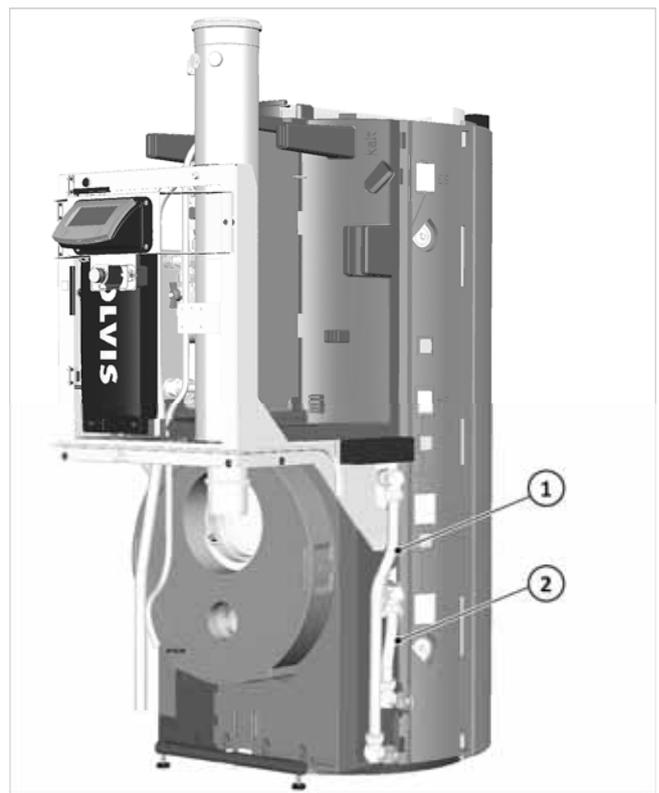

Fig. 33: Attacco H-VL (1) / H-RL (2) per HKS esterna
- Smontare entrambi gli angoli sull'attacco di mandata e ritorno del riscaldamento (vedere → fig. 33, pag. 18).